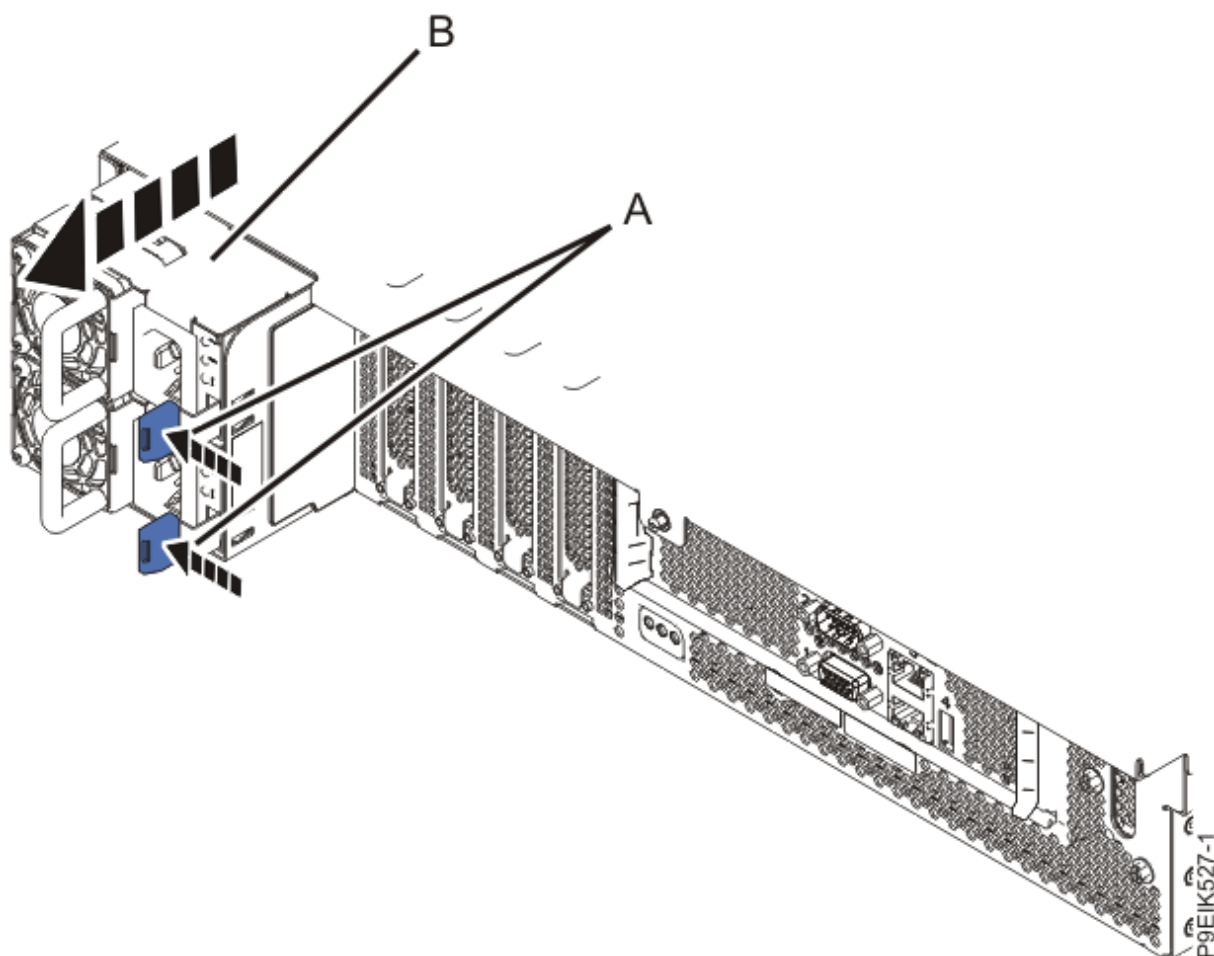

Figura 193. Extracción de las fuentes de alimentación del sistema
9. Quite las fuentes de alimentación del sistema, tal como se muestra en la Figura 193 en la página 221.